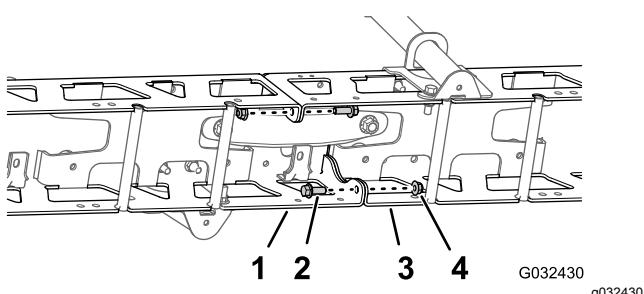

图52
1. 拧下用于固定左右桁架框架的垂直法兰的 2 个凸缘头螺栓 $3/8 \times 1$ 英寸和 2 个凸缘锁紧螺母 $3/8$ 英寸 图52。